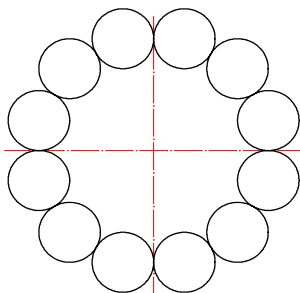

图 5-44 12 个相切的小圆
4. 将此小圆作环形阵列,中心选在点划线相交处,八个小圆相切作出,如图 5-44 所示。
推而广之,若是作几个小圆相切,和上面相似,只是把正八边形换成正几边形即可,如图 5-44 所示,12 个小圆相切。